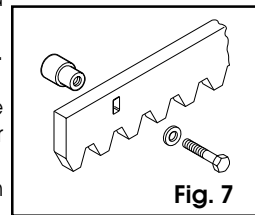

Fig. 7
1) Preparar la cremallera (opcional) con los tornillos CH 8 x 25 y los separadores para soldar que se entregan de serie, como se ilustra en la fig. 7. Para no soldar directamente sobre la cancela, están disponibles unos separadores pasantes galvanizados, con tornillos de fijación CH 8 x 50.